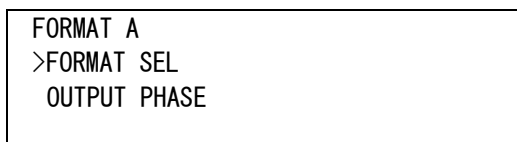
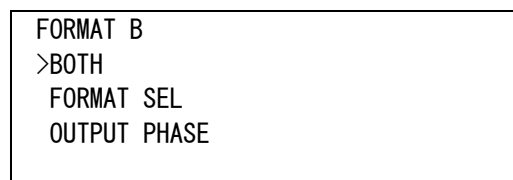

図4-56 オンスクリーンメニュー(FORMAT A例)
図 4-57 オンスクリーンメニュー(FORMAT B 例)※
- 1) メインメニューで「FORMAT A[FMTA]」または「FORMAT B[FMTB]」を選択し、**ENTER**ボタンを押すと図4-56 または図4-57のような設定メニューが表示されます。